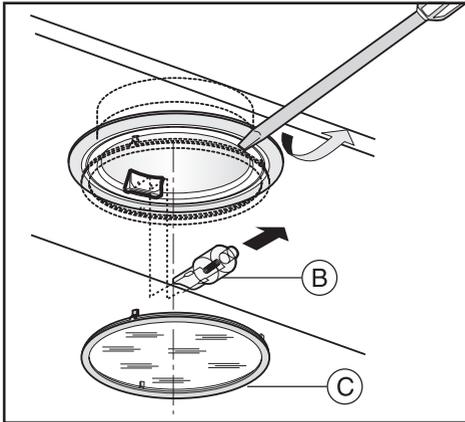

Fig.6
• Sustitución de las lámparas halógenas (Fig.6):